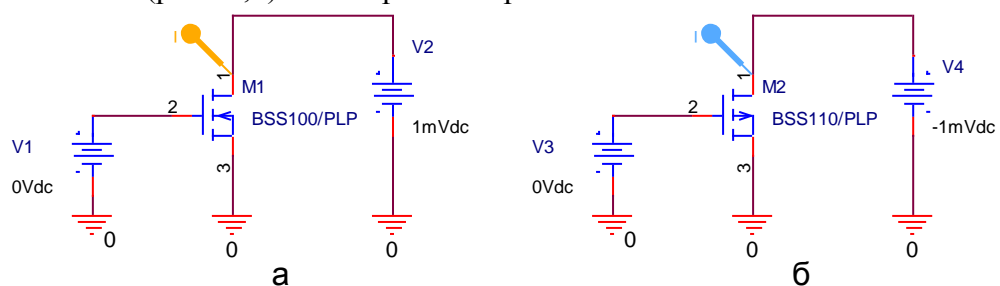

Рис.1.1 Схемы моделирования вольтамперных характеристик МОП транзисторов
2.1,п. Составить схему моделирования вольтамперных характеристик **n**-канального МОП транзистора (рис.1.1,а).
2.1,р. Составить схему моделирования вольтамперных характеристик **p**-канального МОП транзистора (рис.1.1,б).
3.1. Как изменятся результаты моделирования пунктов 2.1,н,р, если поменять знаки напряжений источников V_2 и V_4 в схемах рис.1.1н,р?